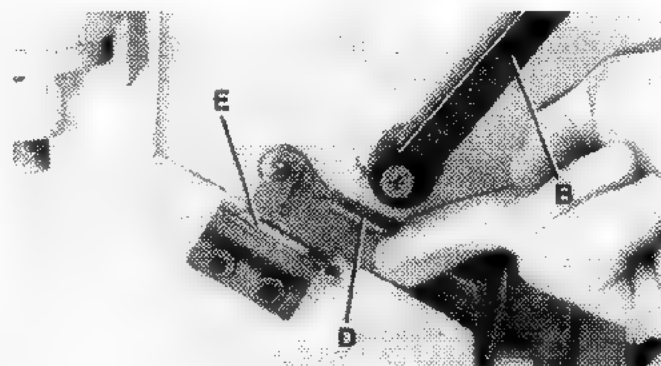

FIGURE 20
4. La profondeur de coupe de la table d'entrée (position de la table en relation avec le cercle de coupe) est indiquée par l'indicateur et l'échelle (E) Fig. 20. L'ajustement maximum de profondeur est de 1/2" en incréments de 1/8".